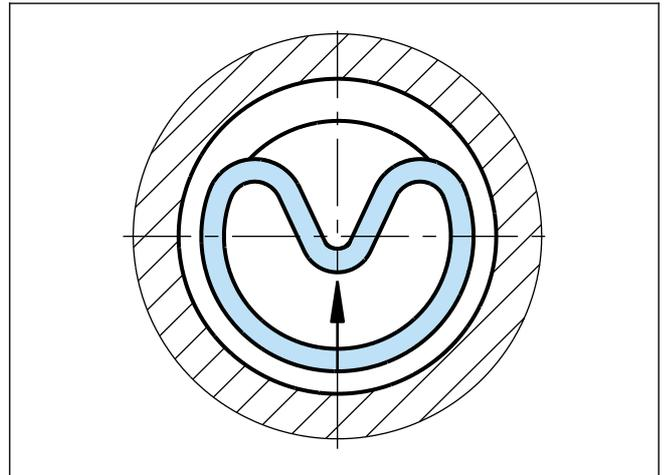
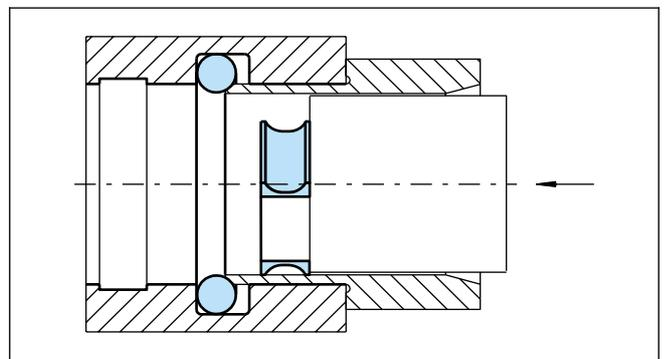

Figura 11 Inserción de la junta en un alojamiento cerrado
Figura 12 Introducción con un tubo empujador
- Coloque la junta comprimida dentro del alojamiento y resítuela con la mano contra la junta tórica en la dirección de la flecha (Figura 11). Para diámetros inferiores a 30 mm, se recomienda el uso de un tubo empujador (Figura 12).